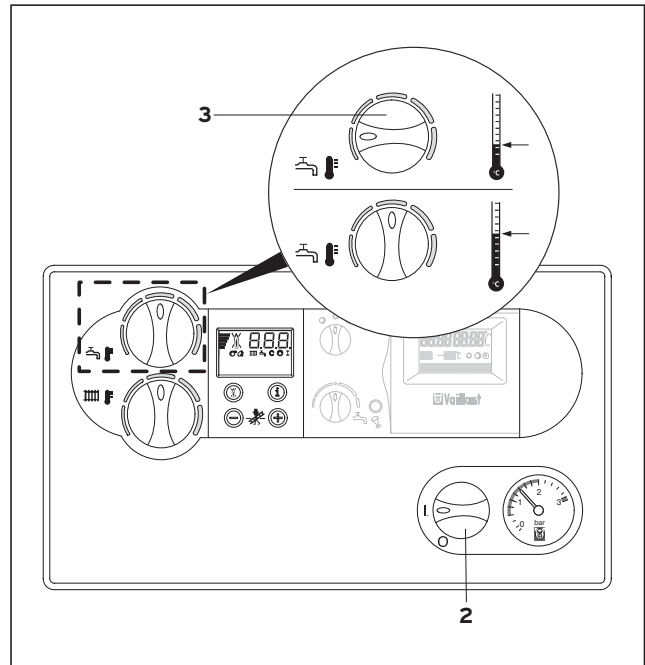

Fig. 3.6 Prepararea apei calde menajere cu aparate VMW
3.3.1 Prepararea apei calde menajere (fig. 3.6)